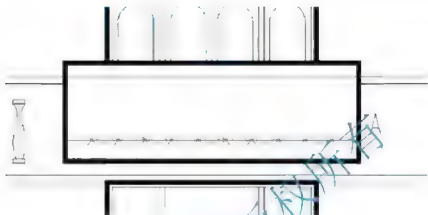

图 4.55 用点将 A 线等分为 11 份
(1) 执行菜单栏中的【绘图】|【点】|【定数等分】命令(快捷键 DIV)。
① 在选择要定数等分的对象: 提示下, 选择图 4.55 所示的 A 线。
② 在输入线段数目或 [块(B)]: 提示下, 输入“11”, 表示用点将 A 线等分为 11 份, 结果如图 4.55 所示。